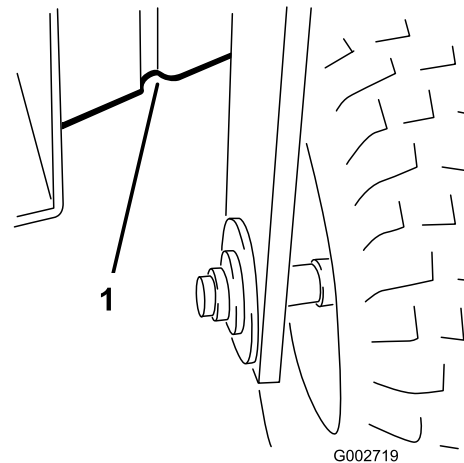

Figure 22
- À l'avant sous le cadre, derrière la roue avant (Figure 22).